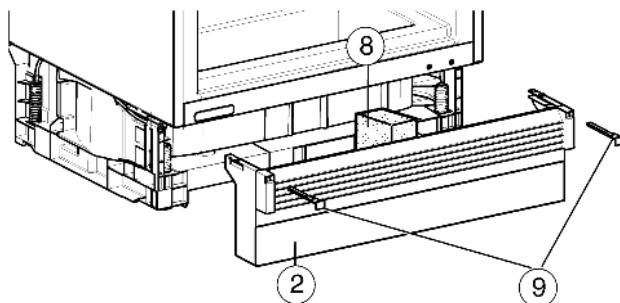

Fig. 13
- ▶ Вставьте пенопласт Fig. 13 (8) - это важно для нормальной раздельной циркуляции потоков воздуха!
- ▶ Фиксирование цокольной заглушки: Вставьте фиксатор Fig. 13 (9), при этом придерживайте цокольную заглушку.